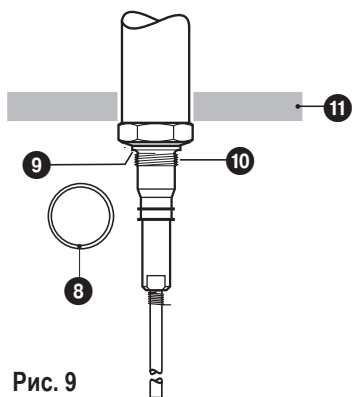

Рис. 9
8. Установить имеющееся в комплекте уплотнительное кольцо **8** на уплотнительную поверхность резьбового патрубка или фланца. **Рис. 9**